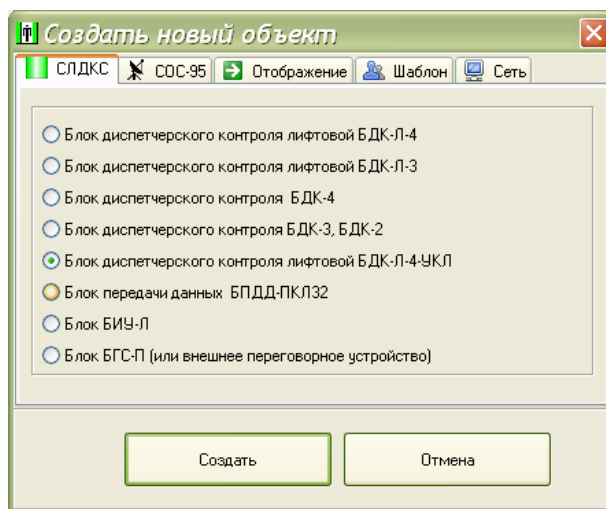

Рисунок 15
- выбрать на вкладке «СЛДКС» тип блока «БДК-Л-4-УКЛ» (рисунок 15);